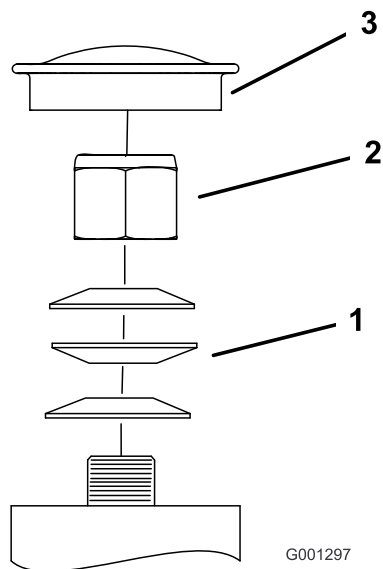

図 56
3. キャスタからダストキャップを外してロックナットを締め付ける **図 56**。
4. スプリングワッシャが平たくつぶれるまでロックナットを締め付け、その位置から 1/4 回転もどすと、ベアリングに対して適切な予負荷がかかる **図 56**。
重要 スプリングワッシャが **図 56** のように正しく取り付けられていることを確認してください。
5. ダストキャップを取り付ける **図 56**。